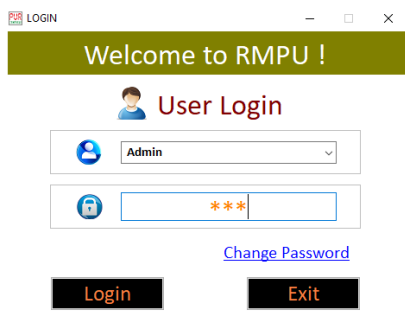

Figure 1
- Window as shown in figure 1 will appear. / Figure 1 में दिखाई गई विंडो दिखाई देगी।